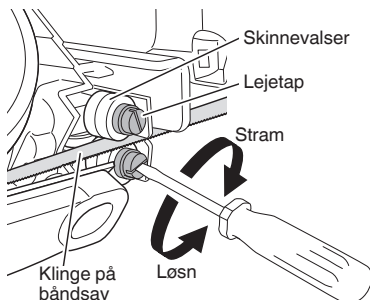

Fig. 16
4. Eftersyn af støtterne til skinnevalserne på klingens på båndsav og justering af mellemrum (Fig. 16)